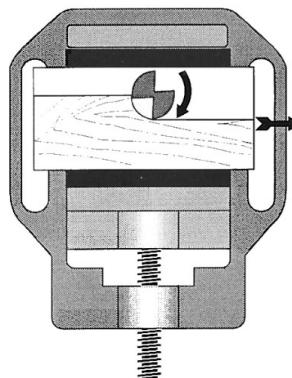

Fig. 19
- Vorschub beim Falz- und Nutfräsen (Fig. 19).
- Feed when milling recesses or grooves (Fig. 19).
- Avance pour le fraisage à feuillerelets ou de rainures (fig. 19).
- Avanzamento nella scanalatura con fresa (fig. 19).